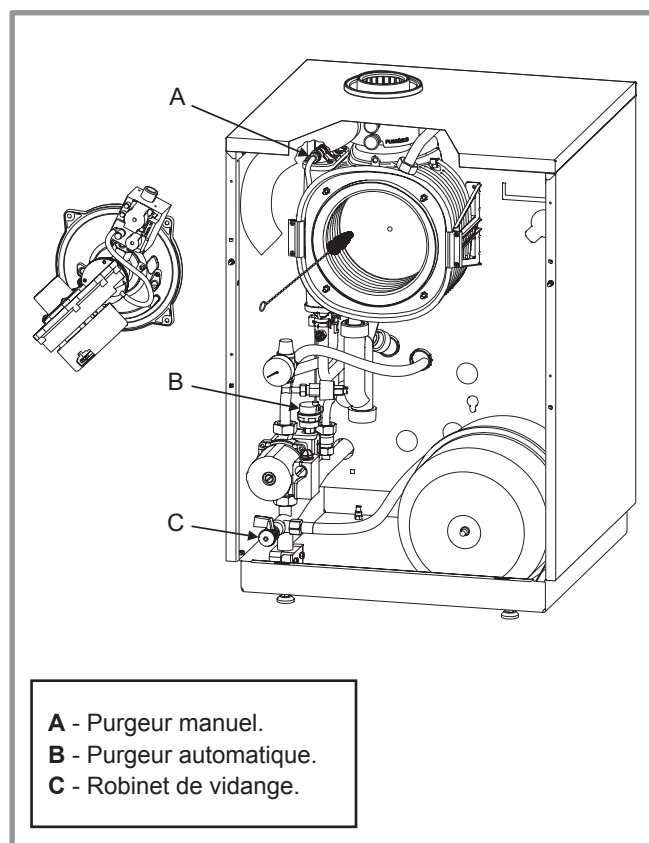

figure 38 - Accès à la chambre de combustion
(voir *figure 38*)
- Ouvrir le robinet de vidange de la chaudière (*figure 38*, rep. C).
- Ouvrir le purgeur de la chaudière (*figure 38*, rep. A).